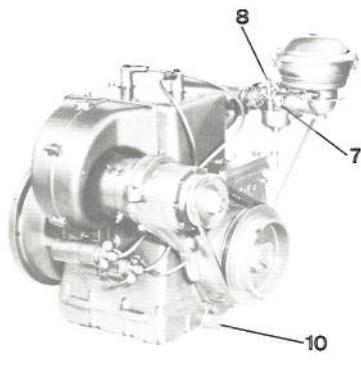

Fig. 1
- 2) Pressez le titillateur (8, fig. 1)
- 3) Fermez le "choke" (7, fig. 1)